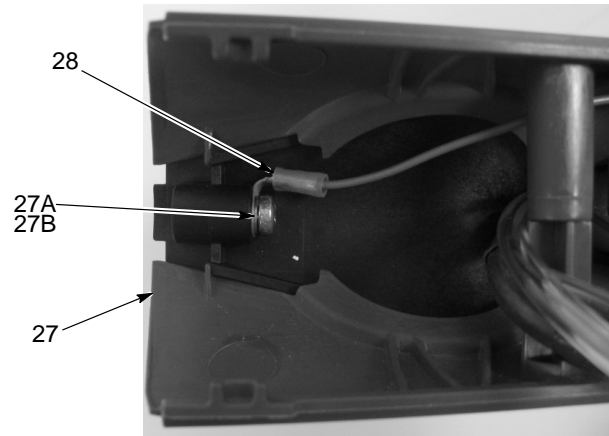

Figura 5-8 Ligação do terminal de terra ao contacto de terra (vista em planta)
12. Consulte a figura 5-8. Remova o parafuso M3 x 6 e a anilha de segurança M3 (27A, 27B) e desligue o terminal redondo de terra (peça do cabo, 28) do contacto de terra (27).
8. Consulte a figura 5-8. Ligue o terminal de terra do cabo à saliência interior do contacto de terra (27) com a anilha de segurança e o parafuso (27A, 27B).